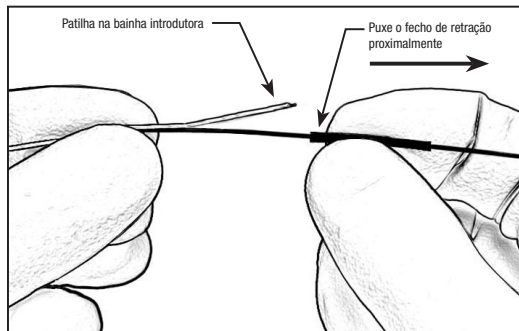

Figura 3 — Puxe o fecho de retração proximalmente
17. Segure o dispositivo na posição imediatamente distal relativamente ao fecho de retração e puxe o fecho de retração proximalmente para expor a patilha na bainha introdutora. Veja a Figura 3.